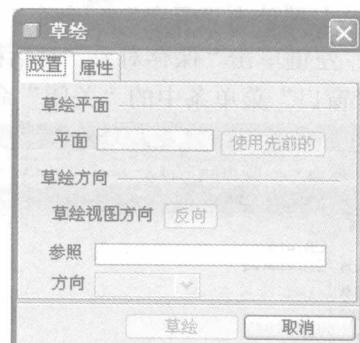

图 1-2 “草绘”对话框
2. 左键单击“新建”对话框的“确定”命令，系统新建一个零件设计环境；左键单击“草绘工具”命令，系统弹出“草绘”对话框，如图 1-2 所示。